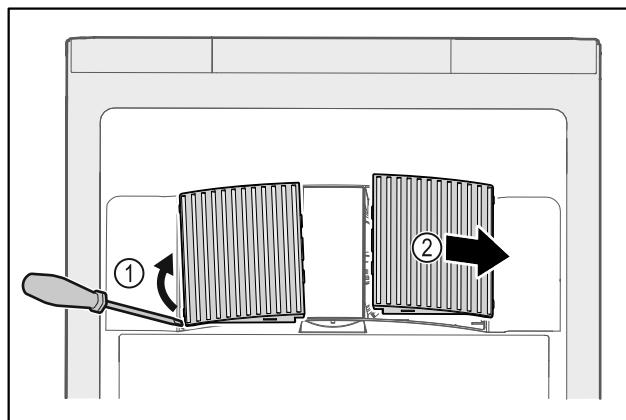

Fig. 59
- ▶ Ventilatorabdeckungen vorsichtig von der Seite herausheben Fig. 59 (1) und nach vorne abnehmen Fig. 59 (2).